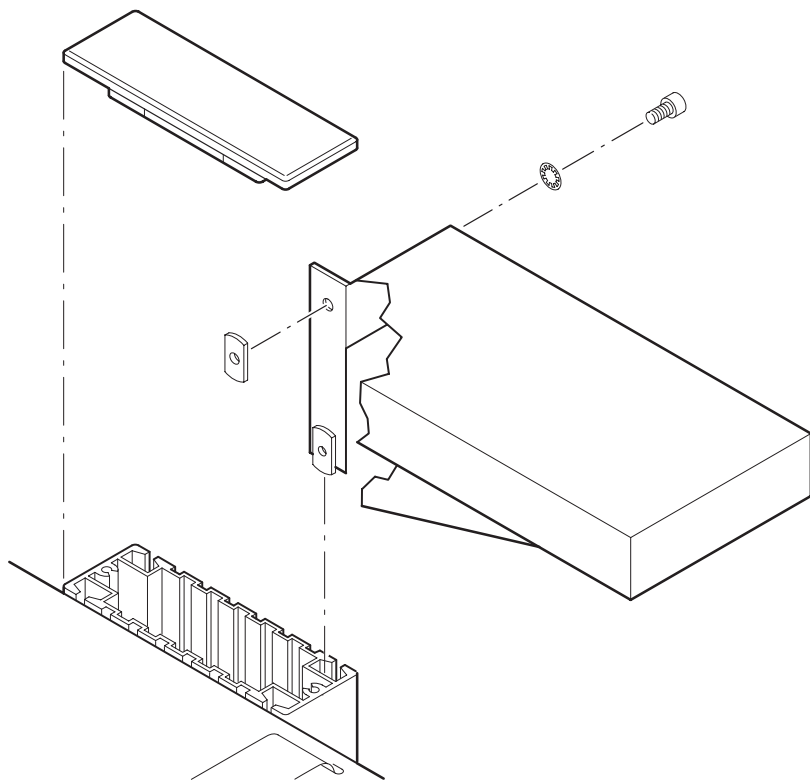

図 1 : マウス用棚板の取り付け
2. 図1に示すように、ネジ、ナット、およびロックワッシャをブラケットにゆるめに取り付けます。